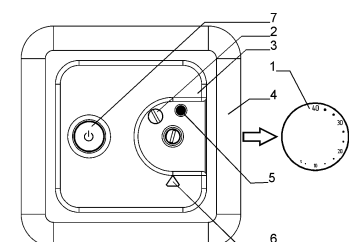

Рис. 1
### ЭЛЕМЕНТЫ ТЕРМОСТАТА (рис. 1)
- убедитесь, что кнопка питания **7** (рис. 1) в отключенном состоянии;
- осторожно снимите регулировочную ручку **1** (рис. 1), аккуратно поддев её сбоку плоской отвёрткой;
- открутите винт **2**, снимите крышку **3** и рамку **4** (рис. 1);
- установите рамку **4**, наденьте крышку **3**, закрутите винт **2** и установите на место регулировочную ручку **1** (рис. 1).
При включении термостата кнопкой **7**, светодиодный индикатор **6** (рис. 1) однократно отображает режим работы (табл. 1), затем индицирует состояние нагрузки и возможные неисправности. Включение нагрузки отображается непрерывным свечением светодиодного индикатора красным цветом. При отключении нагрузки светодиодный индикатор непрерывно светится зелёным цветом. Индикация неисправностей производится циклическим миганием светодиодного индикатора красным свечением (табл. 2). Исправность внешнего датчика температуры можно проверить по табл. 4, предварительно отключив его от термостата.
В начале работы термостат устанавливается на максимальную температуру вращением регулировочной ручки **1** (рис. 1) по часовой стрелке, пока не будет достигнута требуемая температура помещения. После этого вращением регулировочной ручки **1** в обратную сторону необходимо добиться отключения нагрева, при этом светодиодный индикатор **6** должен светиться зелёным цветом. Через 24 - 48 часов, если возникнет необходимость, произвести точную регулировку термостата.
Управление работой термостата выполняется кнопкой настройки **5**, которая находится под регулировочной ручкой **1** (рис. 1). Кнопка настройки позволяет выбирать режим работы термостата и регулировать яркость свечения светодиодного индикатора. Короткие нажатия (менее 0,6 сек) выполняют ступенчатую регулировку яркости светодиодного индикатора вплоть до выключения (табл. 3). Длительное удержание нажатой кнопки настройки (около 3 сек) переключает режимы работы термостата (табл. 1), при этом яркость индикации режима работы будет максимальной, независимо от заданной яркости светодиодного индикатора. Установленные параметры сохраняются в энергонезависимой памяти.